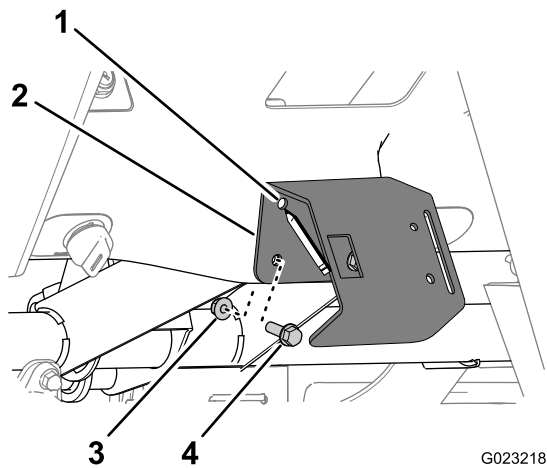

**Figura 16**
- Quite los 3 pernos embridados y las 3 tuercas con arandela prensada que sujetan el panel del salpicadero situado en la parte central inferior al soporte de sujeción del salpicadero (Figura 16).